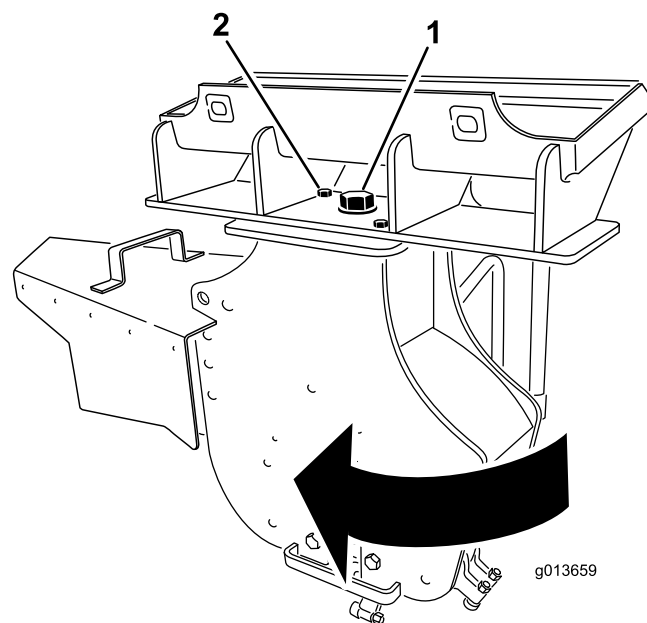

Figura 14
3. Slăbii urubul mare din partea superioară a mainii de tocat (Figura 14).
4. Îndepărtați urubul frontal i piulia care fixează maina de tocat (Figura 14).
5. Pivotați maina de tocat 30 de grade în sensul acelor de ceasornic (Figura 14).
6. Strângeți urubul mare din partea superioară a mainii de tocat la 406 N·m, aa cum este arătat în Figura 14.
7. Montați urubul i piulia în orificiul frontal i strângeți-le la 101 N·m, aa cum este arătat în Figura 14.
13. Slăbiți urubul mare din partea superioară a mainii de tocat (Figura 14).
14. Îndepărtați urubul frontal și piulia care fixează mâna de tocat (Figura 14).
15. Pivotați mâna de tocat 30 de grade în sensul invers al acelor de invers ceasornic (Figura 14).
16. Strângeți urubul mare din partea superioară a mâinii de tocat la 406 N·m, așa cum este arătat în Figura 14.
17. Montați urubul și piulia în orificiul frontal și strângeți-le la 101 N·m, așa cum este arătat în Figura 14.